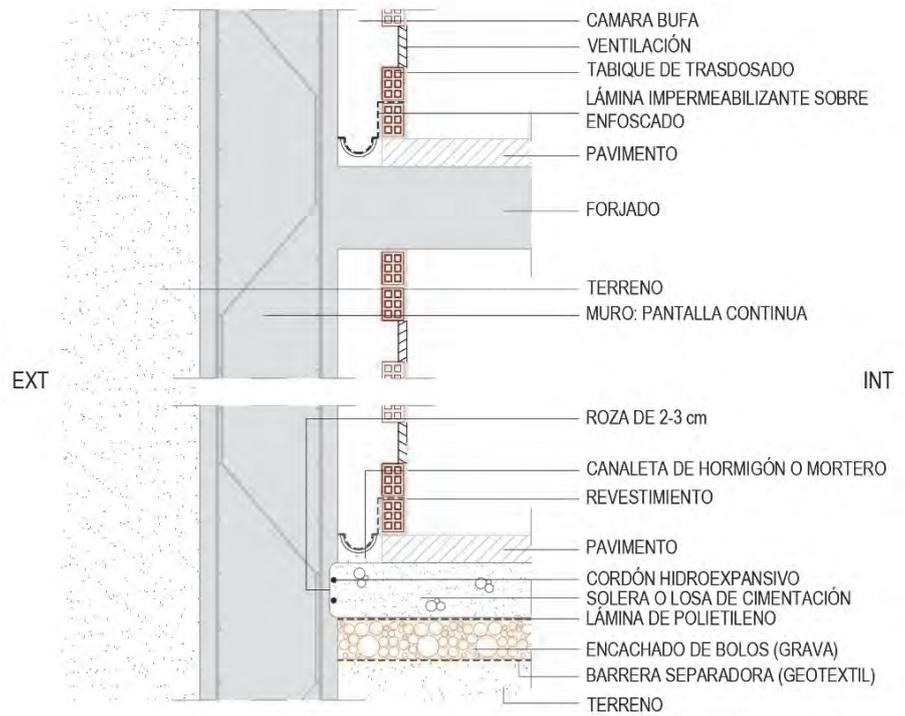

Fig. 6: solución constructiva: muro pantalla sin riesgo de nivel freático. (Grado de impermeabilidad del suelo: 2 y del muro: 5)
- Sandra Martín (Figs.: 6 a 9).